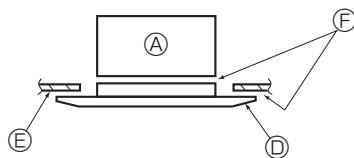

Fig. 6-8
- * Assurez-vous qu'il n'y a pas d'espace entre l'appareil principal et la grille, et entre la grille et le plafond. (Fig. 6-8)